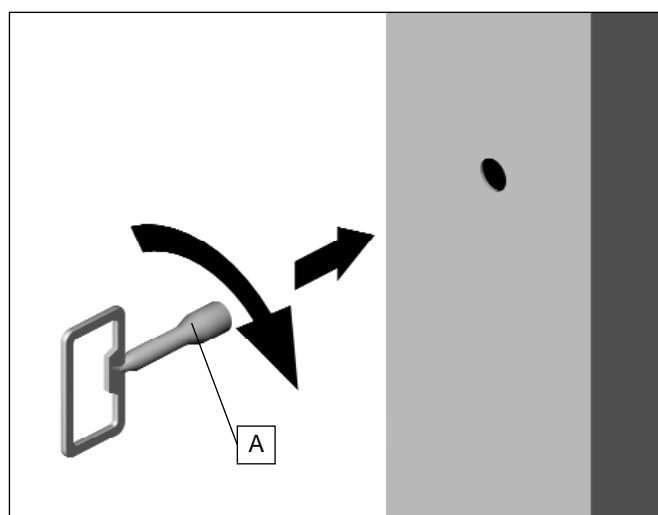

Fig. 8.4: HIRO 360, HIRO 370 — senk heisen
- Sett inn firkantnøkkelen (A) som beskrevet i (fig. 8.4).
- Senk heisplattformen ved å vri på firkantnøkkelen (A).